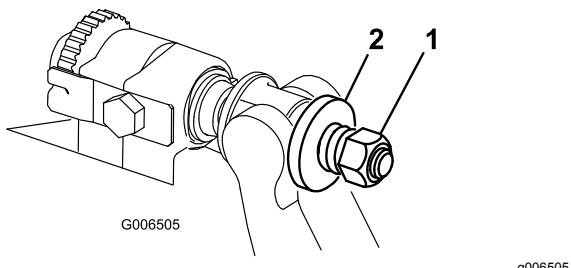

Figura 20
6. Aperte a porca da mola tensora até que a mola fique recolhida; em seguida, desaperte meia volta (**Figura 20**).